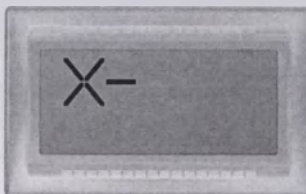
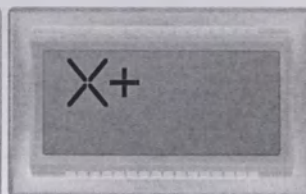

Рис.7.2
Рис.7.3
б) индицируется в случае возникновения нарушений интервала «НОРМА» (рис.7.2, 7.3):
– справа от знака « X » («нарушение») индицируется либо знак « - » (рис.7.2), либо знак « + » (рис.7.3), либо попеременно знак « - » и знак « + ».
Если индицируется знак « - » (рис.7.2), то температура в контролируемом объекте опускалась, ниже нижней границы установленного в Термотесте интервала «НОРМА» («переохлаждение» или «замораживание» для зоны отрицательных температур).
Если индицируется знак « + » (рис.7.3), то температура в контролируемом объекте поднималась выше верхней границы установленного в Термотесте интервала «НОРМА» («перегрев»).